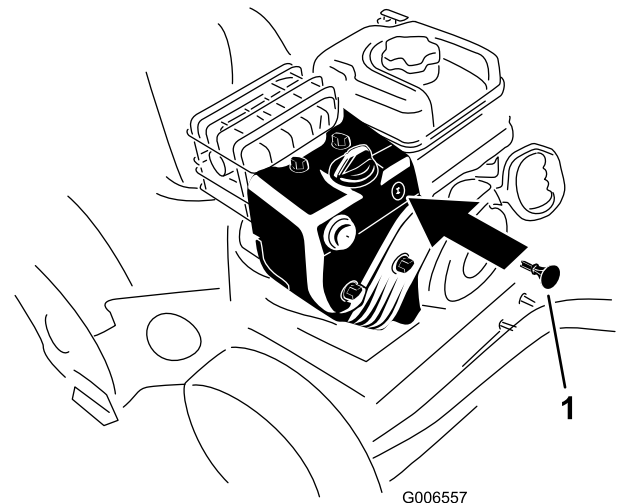

Bild 28
3. Stecken Sie den Zündschlüssel ein (Bild 28).